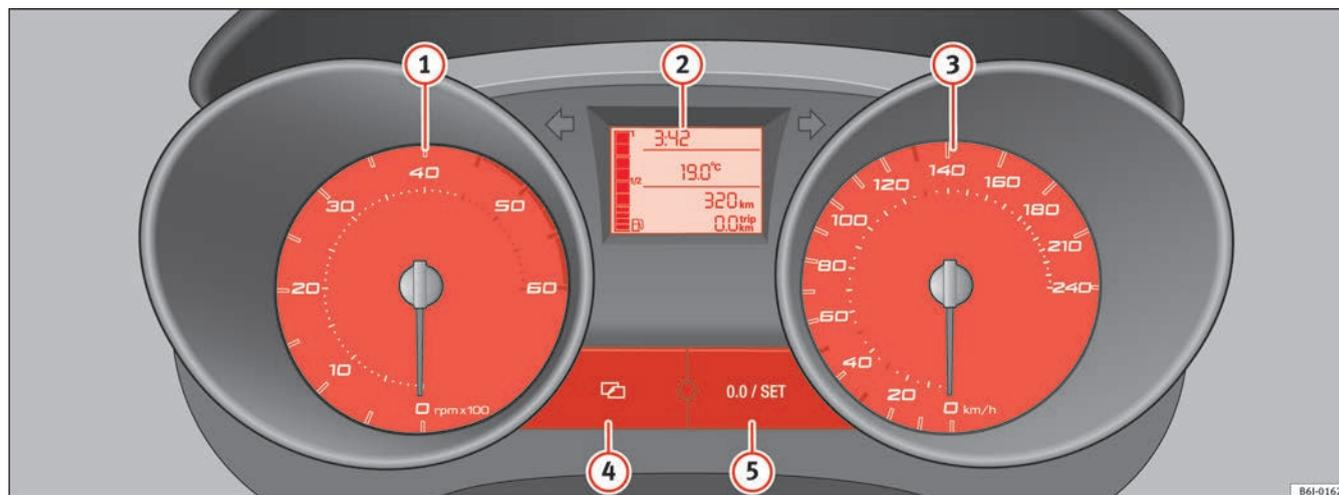

Fig. 30 Detalle del tablero de instrumentos: cuadro de instrumentos
El principio de la zona roja  $\Rightarrow$  página 55, fig. 30  $\textcircled{1}$  indica el régimen máximo de revoluciones del motor funcionando a temperatura de servicio. Antes de alcanzar dicha zona se debe cambiar a una marcha más larga, colocar la palanca selectora en D o levantar el pie del acelerador.
- Para ajustar las horas, presione la tecla ④ ⇒ página 55, fig. 30. La opción “horas” parpadeará en la pantalla digital y con el botón ⑤ “set” ⇒ página 55, fig. 30 se ajustan.
- Para ajustar los minutos, presione de nuevo la tecla ④ y seleccione la opción minutos, ajuste con el botón ⑤ “set”.
El contador inferior registra los recorridos cortos. La última posición indica tramos de 100 m. El contador para recorridos cortos puede ponerse a cero presionando el botón de puesta a cero ⇒ página 55, fig. 30 (5).